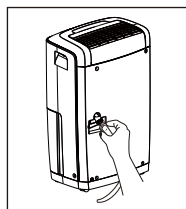

fig. 2
- c. Inserte el extremo roscado de la manguera en el conector de drenaje de la unidad. (fig. 2)